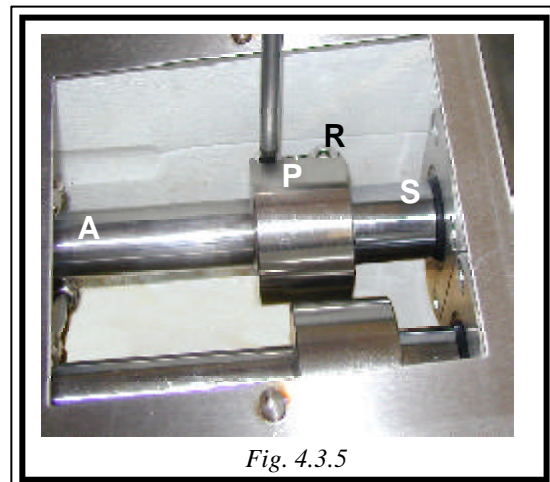

Fig. 4.3.5
- Siehe Fig. 4.3.5, die Kolbenstange „S“ mit dem Pumpenkolben „A“ verbinden mit der Klemme „P“ ohne die Schrauben „R“ anzuziehen.
- Siehe Fig. 4.3.5, Sicherstellen das die flache Oberfläche „A“ der Pumpenkolben an der Oberfläche der Kolbenstange „S“ anliegt danach die Schrauben „R“ der Klemmen „P“ anziehen mit einer Kraft wie in der Tabelle des Paragraph 5.4 angegeben ist.